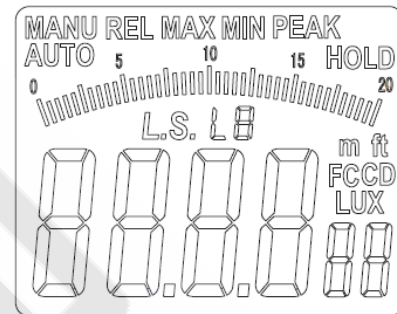

Рисунок 3-5-1
- Нажмите и в течение одной секунды удерживайте кнопку «MAX/MIN/L.S.», и на дисплее замигает индикатор «LS» (см. рисунок 3-5-1), и прибор переключится в режим выбора источника света. Используйте кнопку «REL/PEAK» или «HOLD/ZERO» для смены выбранного источника (L0-L9). Длительное нажатие ускорит перебор источников.